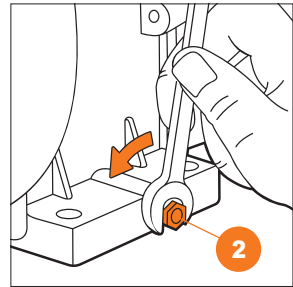

Рис. 49
- Удалите пробку сливного отверстия **2** (Рис. 49).